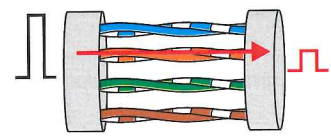

Figura 6.52. Atenuación.
- **Atenuación.** Pérdida de potencia de la señal debido a la propagación por el medio de transmisión. La atenuación viene determinada fundamentalmente por la sección del cable y la conductividad del cobre. La atenuación (Figura 6.52) depende de la frecuencia y de la distancia y se expresa en dB.